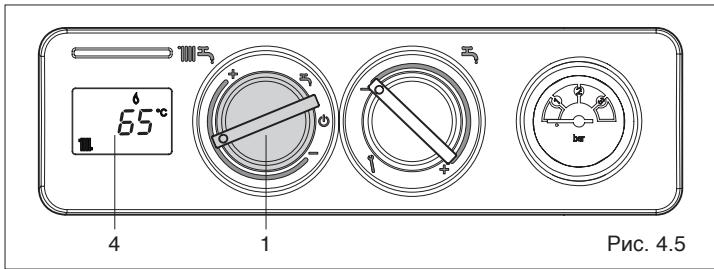
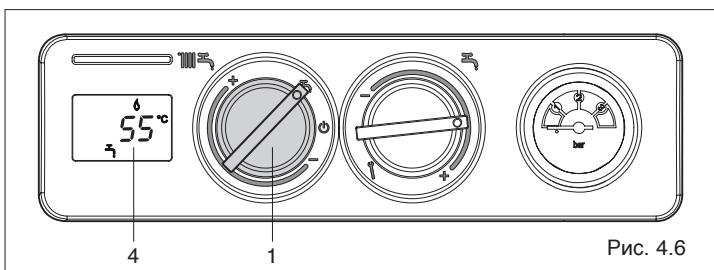

Рис. 4.5
Рис. 4.6
**- Режим «Зима»:** установите переключатель режимов работы (1, Рис. 4.5) внутри зоны, обозначенной знаками + и - если вы хотите, чтобы котёл работал на отопление и на ГВС. Приоритет будет у функции ГВС. При запросе горячей воды на дисплее (4, Рис. 4.5) отобразится температура воды в бойлере, значок работы в режиме ГВС и значок пламени . При запросе тепла для отопления котёл включится, на дисплее (4, Рис. 4.6) отобразится температура воды в котле,
**- Режим «Лето»:** при повороте переключателя на символ (1, Рис. 4.6) включится летний режим работы котла (только ГВС). Котёл будет находиться в режиме ожидания до тех пор, пока не поступит запрос на нагрев воды в бойлере, тогда горелка разожжётся, а на дисплее (4, Рис. 4.6) отобразится температура воды в бойлере, значок работы в режиме ГВС и значок пламени . Котёл будет работать до тех пор, пока не будет достигнута заданная температура в бойлере. После этого он снова перейдёт в режим ожидания "stand-by".